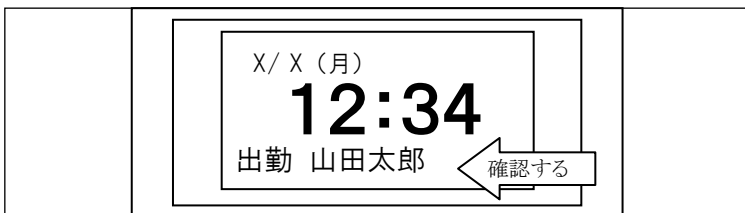

図 4.2-3 打刻完了
- ③打刻が成功すると「ビピッ」と音が鳴り、図 4.2-3 のように打刻した内容が表示パネル下部にテロップで 5 秒間表示されますので確認してください。